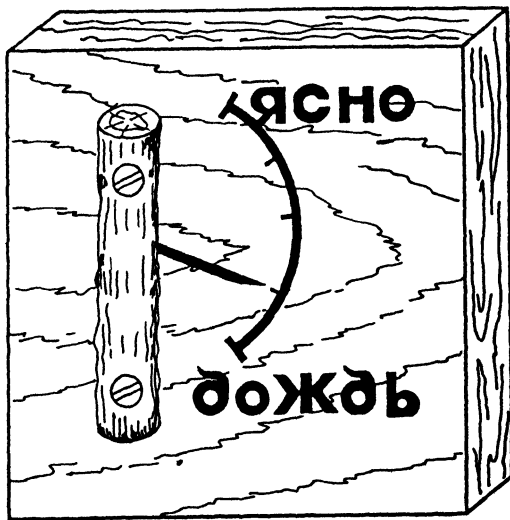

Рис. 11.23
- ▷ Простейший самодельный барометр можно изготовить из веточки молодой сосны или пихты. Для этого надо взять отрезок длиной 10 см с тоненькой длинной иголочкой и прибить к дощечке (рис. 11.23). Иголочка должна свободно